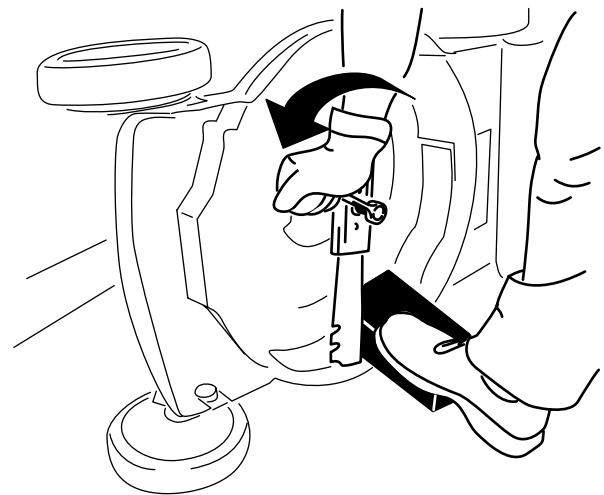

Bild 24
3. Stabilisieren Sie das Messer mit einem Holzblock (Bild 24).
4. Nehmen Sie das Messer ab und bewahren Sie alle Befestigungsschrauben auf (Bild 24).